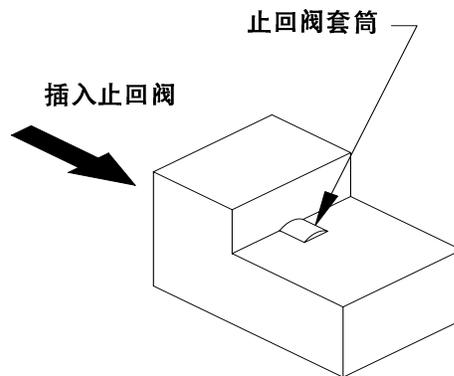

图 24: 套筒拆除块
- c. 卸下损坏的止回阀套筒。卸下止回球和弹簧。将止回阀插入止回阀套筒拆除块（图 24）。握住块，保持对止回阀头部的压力，用剃刀以相对于拆除块平面成 10 - 15 度的角度切开止回阀套筒。从块上取下止回阀，剥掉套筒。如果在取下止回阀后，止回阀套筒还留在枪块上，用拔取器取下套筒。将拔取器的螺纹端插入清洗口，将其压入枪块的同时